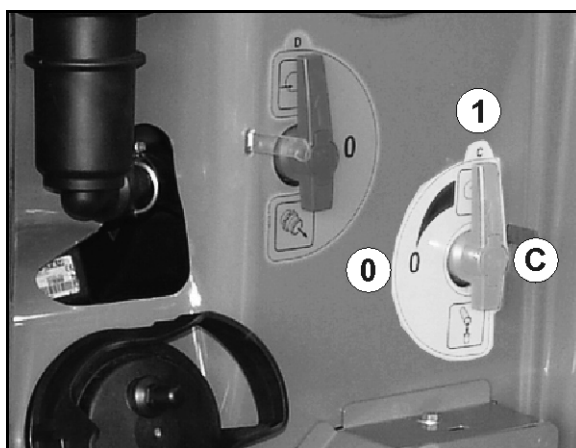

Fig. 53
- Sapata de estabilização baixada (Fig. 53) com a máquina desacoplada.